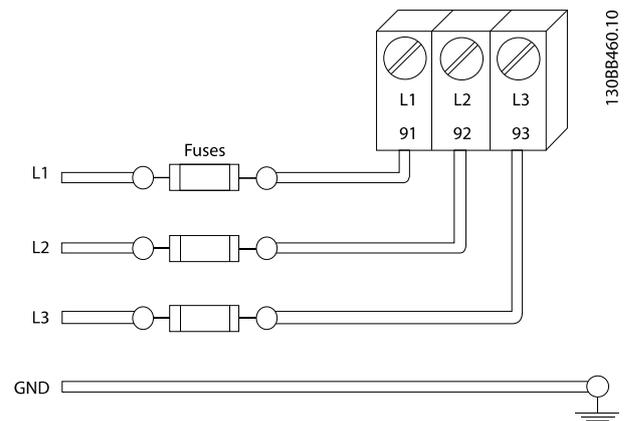

図 2.7 周波数変換器フューズ
- すべての周波数変換器は短絡および過剰電流保護を備えている必要があります。入力フューズが保護のために必要です。図2.7を参照してください。工場に装備されない場合、フューズはインストレーションの一部として設置作業員によって取り付けられます。最大フューズ定格は10.3 フューズ表を参照してください。